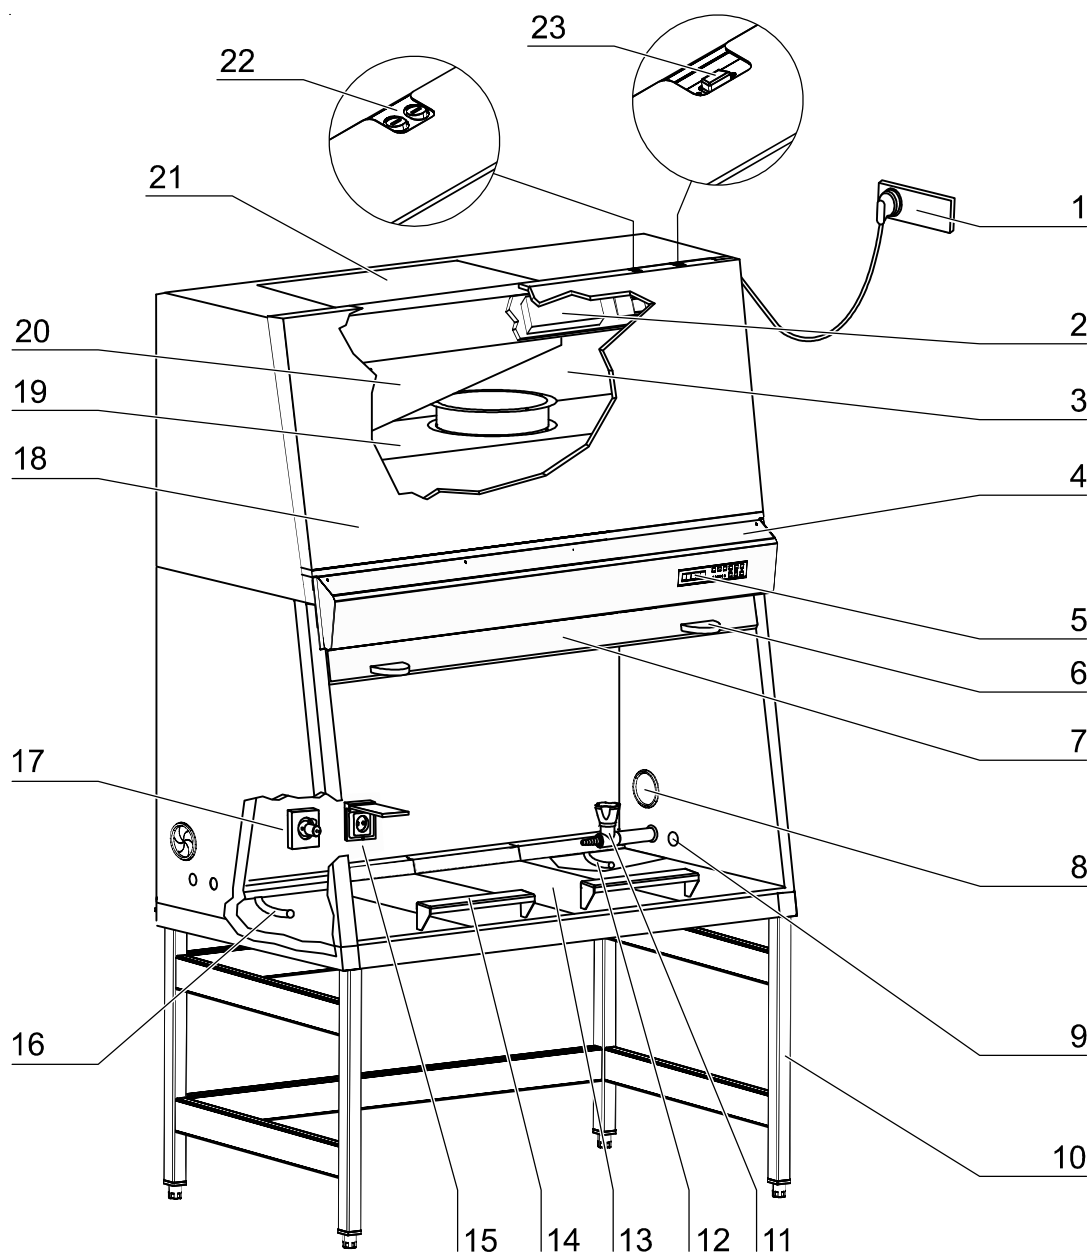

Abb. 3
- **Abb. 3:** Plenumgruppe [3] mit Plenum für das Umluftgebläse [19] und Plenum für das Abluftgebläse [20]. Unmittelbar an das jeweilige Plenum sind das Umluftfilter und das Abluftfilter montiert. Die Abluft wird über die Öffnung [20] in die Geräteumgebung abgegeben. Plenumgruppe ist mit einer Verkleidung [18] abgedeckt.